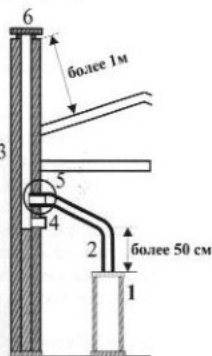

Рис. 15
2. Дымоход здания (Рис. 15).
2.1. Дымоход здания должен обеспечивать отвод продуктов сгорания в полном объеме. Дымоход здания показан на рис. 15: